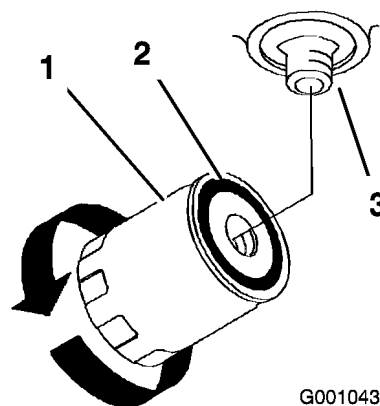

Figura 69
7. Spalmate un velo sulla guarnizione di gomma sul nuovo filtro (Figura 69).
filtro; a questo punto serrate il filtro girandolo di un altro mezzo giro (Figura 69).